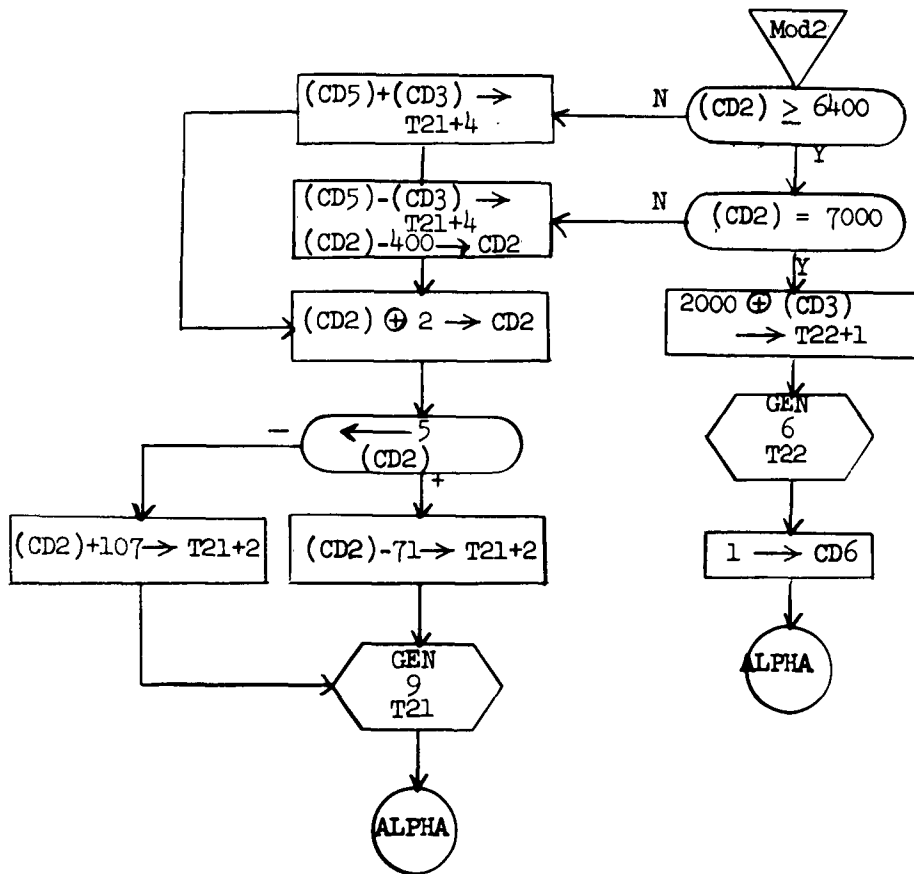

Figure 7.32 MODULE 2
7.3.7.3.2 MODULE 2 (Figure 7.32)